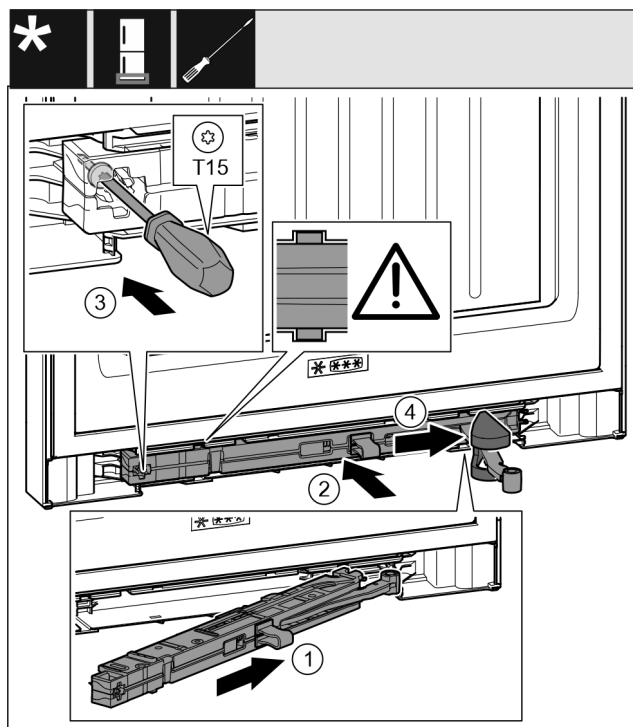

Fig. 62
- ▶ Enoto blažilnikov za zapiranje vrat Fig. 62 (1) na strani ležajnega podstavka potisnite v odprtino do konca.
- ▶ Potisnite enoto blažilnikov za zapiranje vrat Fig. 62 (2) do konca v odprtino.
- ▶ Zategnite vijak Fig. 62 (3) z izvijačem.
- ▶ Potisnite pokrov Fig. 62 (4) prek zgibnega dela.